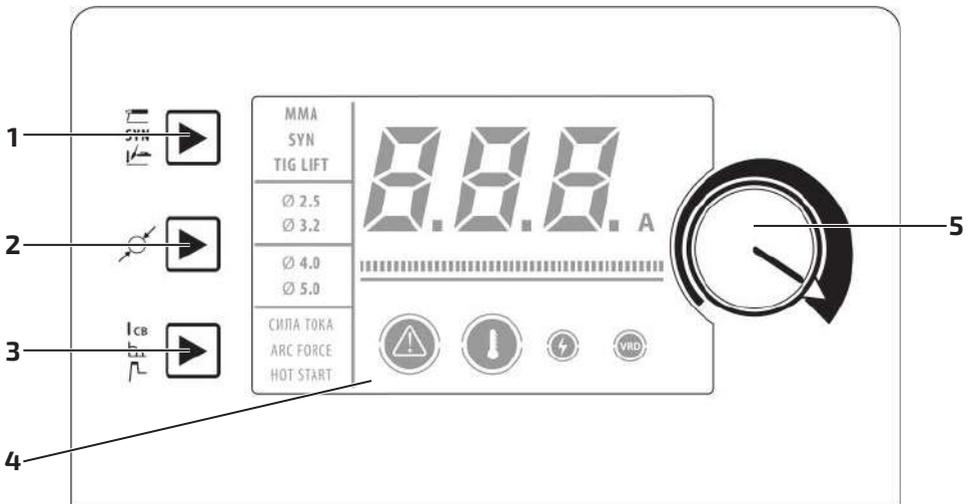
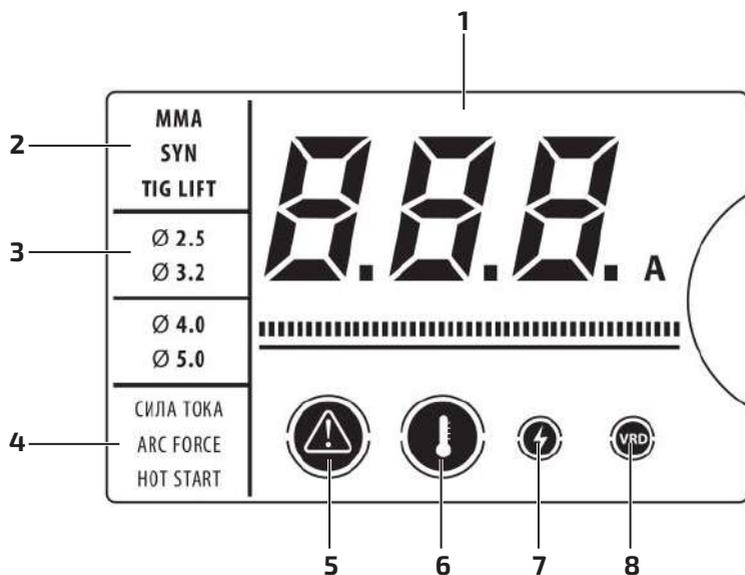
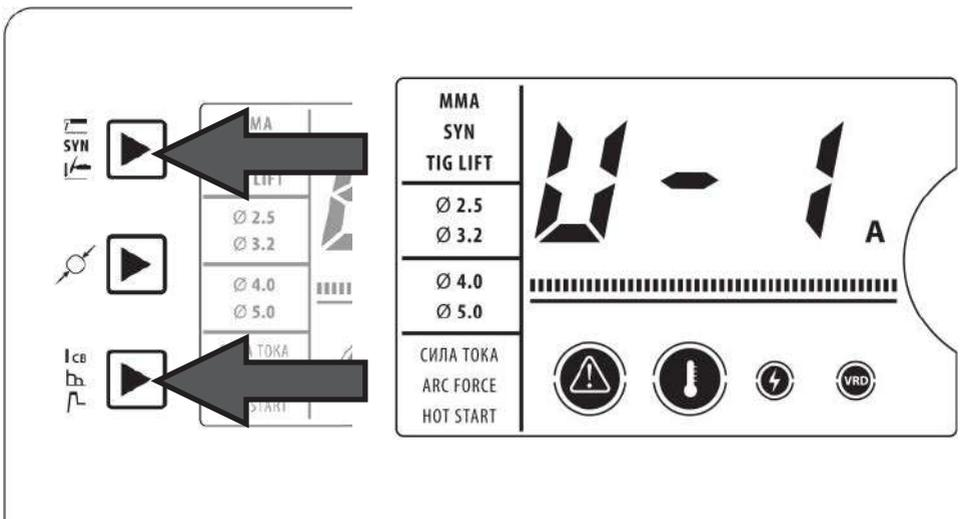

Рис. 6.1.1. Панель управления аппаратов REAL ARC 315 (Z3H3), REAL ARC 400 (Z3H4).
Рис. 6.1.2. LED дисплей.
Рис. 6.2.4. Включение функции VRD.
Для включения функции VRD (см. рис. 6.2.4) нажмите и удерживайте кнопку выбора режима сварки (см. рис. 6.1.1, поз. 1) и кнопку выбора параметров сварки (см. рис. 6.1.1, поз. 3).
1. Включите аппарат, нажмите на кнопку «Режим сварки» (см. рис. 6.1.1, поз. 1) на передней панели сварочного аппарата. На LED дисплее загорится надпись SYN (см. рис. 6.1.2, поз. 2, п. 2).
2. Выберите диаметр электрода (см. рис. 6.1.1, поз. 2) на передней панели сварочного аппарата. На LED дисплее загорится соответствующий диаметр электрода (см. рис. 6.1.2, поз. 3).
3. Установите значение сварочного тока в диапазоне выбранного диаметра электрода (см. рис. 6.1.1, поз. 5). **Значения Arc Force и Hot Start устанавливаются автоматически.**